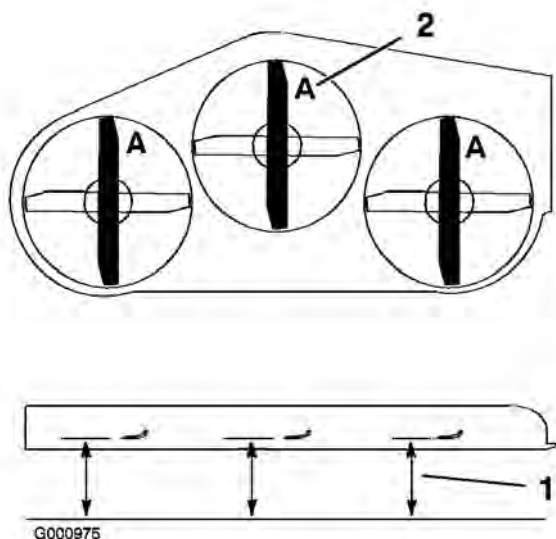
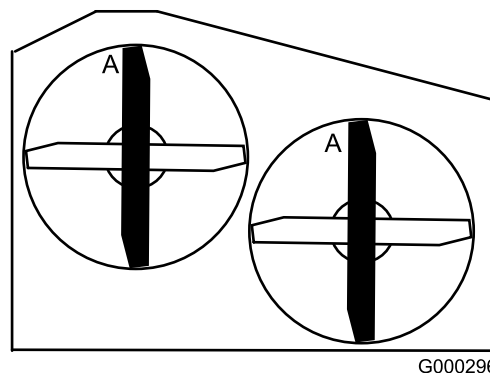

Figura 69
Figura 70
3. Con la máquina ubicada en una superficie nivelada, coloque una cuchilla en posición longitudinal. Mida en la posición **A** desde una superficie nivelada hasta el filo de corte de los extremos de la cuchilla (Figura 69). Para las plataformas de cortacésped de 36 pulgadas, consulte la Figura 70.